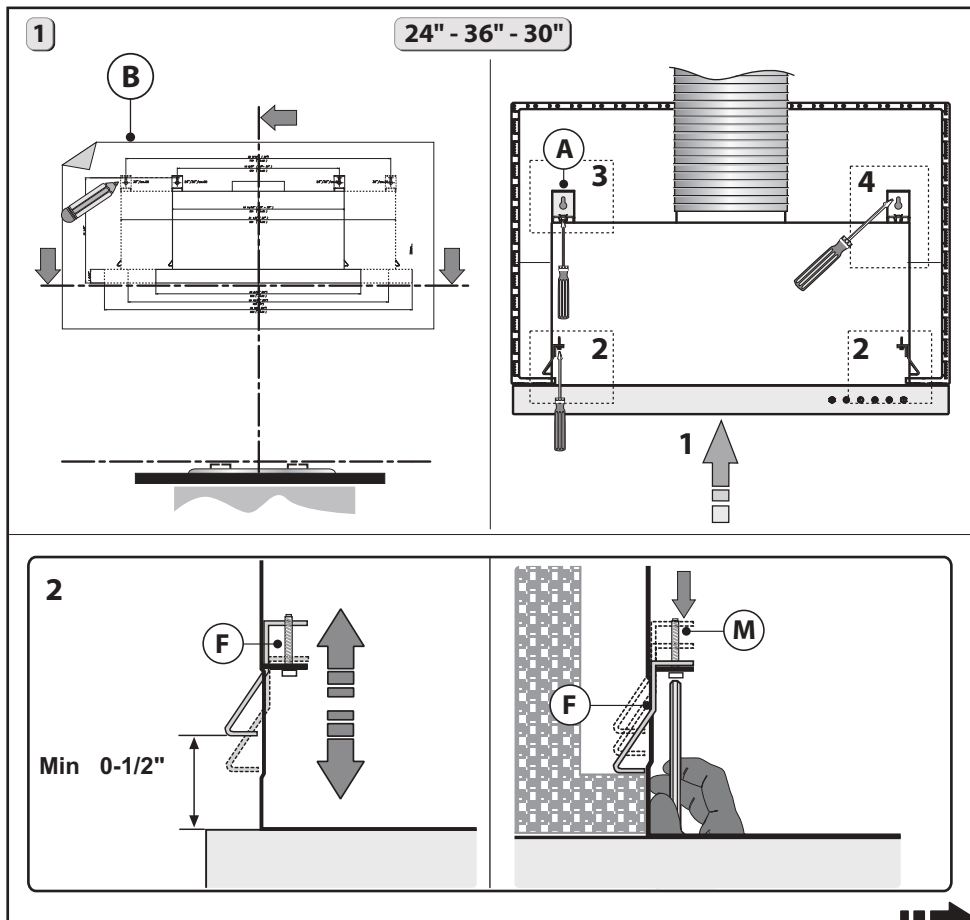

Fig.4
Marquer les points de référence où les étriers A doivent être fixés à l'armoire, comme indiqué à la Fig. 4.
2 - S'assurer que la profondeur de l'armoire correspond aux dimensions indiquées à l'étape 2 de la Fig. 4..
3 - Insérer la hotte dans l'armoire. S'assurer que les ressorts F situés de chaque côté sont bien appuyés puisqu'ils soutiendront le poids de la hotte. Fixer la hotte aux armoires à l'aide des vis M, puis serrer jusqu'à ce que la hotte soit fermement appuyée contre l'armoire (étape 2 de la Fig. 4).
4 - Retirer le pivot Y de l'étrier A, puis jeter le pivot Y. Placer ensuite l'insert X sur la fente de l'étrier A, comme indiqué à l'étape 3 de la Fig. 4.
- Retirer le pivot Y de l'insert X, puis jeter le pivot Y. Placer ensuite l'insert X sur la fente de l'étrier A, comme indiqué à l'étape 3 de la Fig. 4. Appairer les vis C aux rondelles L, puis fixer l'étrier A aux armoires (étape 3.1 de la Fig. 4) sans serrer les vis complètement afin que l'étrier glisse d'avant en arrière.
- Serrer la vis D aux armoires, voir l'étape 4 de la Fig. 4. .
- Une fois la hotte solidement fixée aux armoires, ajuster l'entretoise L à l'aide des vis P afin que la hotte soit alignée avec l'arrière des armoires (Fig. 4, étape 5).
3 - Vérifier que la profondeur des armoires correspond aux requis énoncés à l'étape 2 de la Fig. 4.
4 - Insérer la hotte dans l'armoire. S'assurer que les ressorts F situés de chaque côté sont bien appuyés. Fixer la hotte à l'armoire à l'aide d'un tournevis et des vis M jusqu'à ce qu'elle soit appuyée fermement contre l'armoire (Fig. 4, étape 2).
5 - Fixer la hotte à la tablette de support comme illustré à la Fig. 5, étape 6, puis ajuster l'entretoise L à l'aide des vis P afin de combler l'espace entre la hotte et le derrière des armoires (Fig. 4, étape 5).
Ce modèle peut être soutenu par les côtés dans les armoires à l'aide des 2 étriers B (Fig. 6 près des étapes 3-4, indiqué à la Fig. 4).
- Appairer les vis C aux rondelles L, puis fixer l'étrier A aux armoires (étape 3.1 de la Fig. 4) sans serrer les vis C complètement avant que l'étrier s'appuie fermement contre les armoires (Fig. 4, étape 3.2). Une fois le tout bien ajusté, fixer fermement l'étrier à la hotte (Fig. 4, étape 3.3).
- Serrer la vis D contre les armoires comme indiqué à l'étape 4 de la Fig. 4.
soit alignée avec le derrière des armoires (Fig. 4, étape 5).